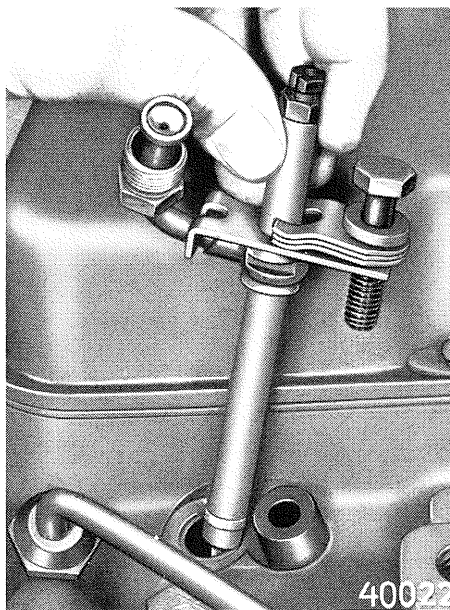
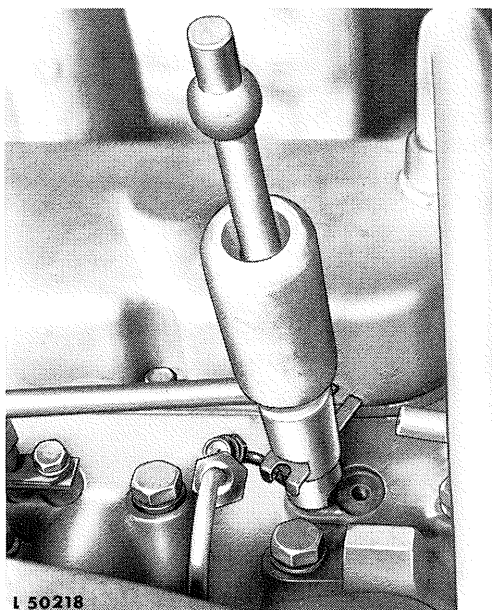

Fig. 3 — Injecteur retiré à la main de la culasse
Fig. 4 — Extraction d'un injecteur à l'aide de l'outil spécial JDE 38
4. Retirer la vis 25 (fig. 2) de la culasse. Retirer l'injecteur complet à la main (voir fig. 3). Si ce n'est pas possible parce que l'injecteur est bloqué dans la culasse par la calamine, utiliser l'outil spécial JDE 38 (voir fig. 4).